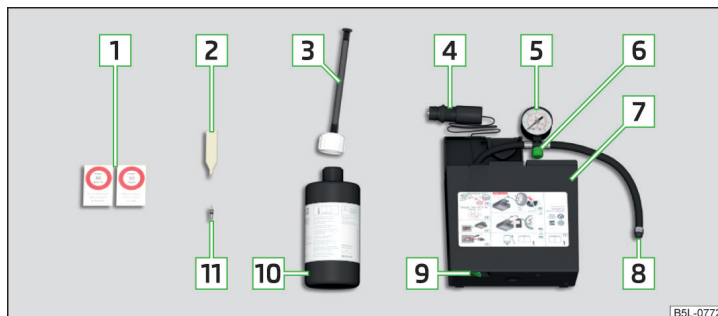

Fig. 177 Descripción del kit de averías
- Introducir el atornillador de inserto de válvula **[2]** » fig. 177 de la pág. 166 sobre el inserto de válvula de la manera que el inserto de válvula cabe en la ranura del atornillador de inserto de válvula.
- Agitar fuertemente y varias veces la botella **[10]** » fig. 177 de la pág. 166.
- Enrosque fija la manguera de llenado del neumático **[8]** » fig. 177 de la pág. 166 sobre la válvula del neumático.
- Pegue la etiqueta adhesiva correspondiente **[1]** » fig. 177 de la pág. 166 sobre el tablero de instrumentos en el campo visual del conductor.